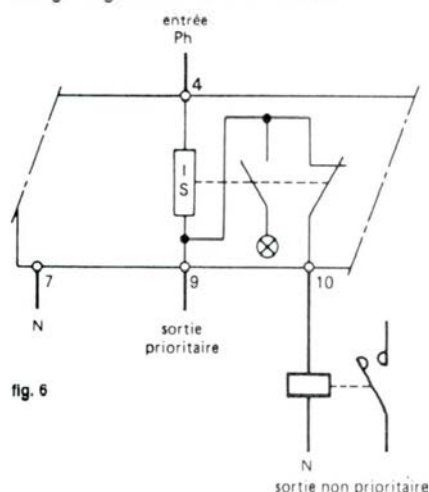

fig. 6
■ Si dans un circuit non prioritaire le délestage est supérieur à 15A (3kW), il est nécessaire d'utiliser un contacteur correspondant à la puissance délestée (voir fig. 6).